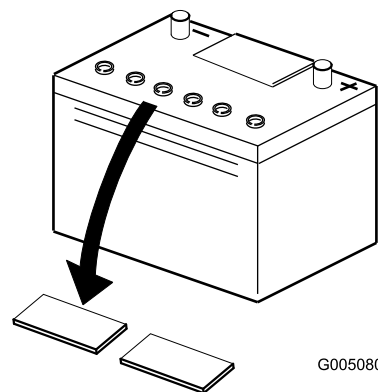

Рисунок 4
2. Очистите поверхность аккумулятора и снимите вентиляционные пробки (Рисунок 4).